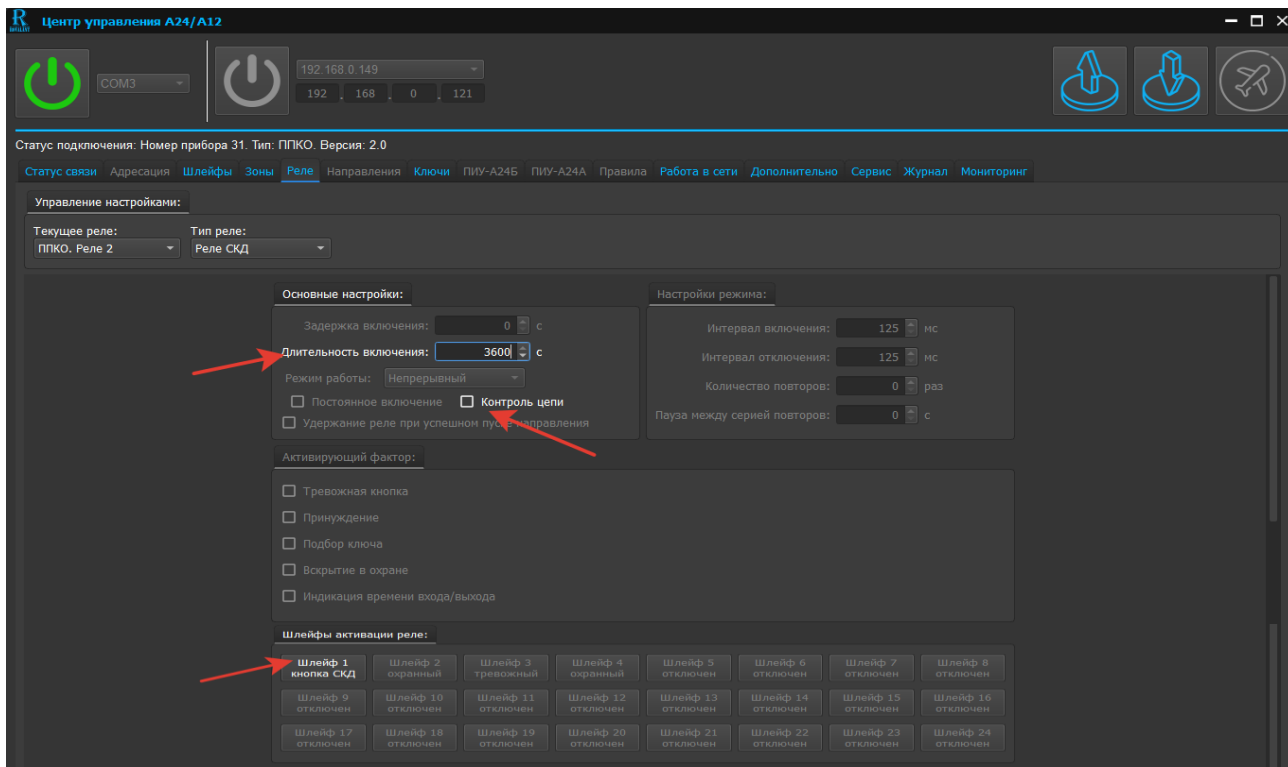

Рис. 50. Скриншот окна редактирования вкладки реле типа «Реле СКД»
6.3.4 Редактирование параметров реле типа «Реле СКД» (см. рисунок 50)